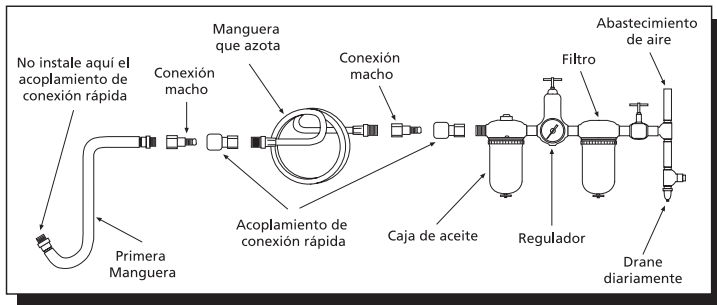

Figure 1
La palanca de avance y retroceso Ilustración 1 (A) se utiliza para cambiar la dirección de rotación de la herramienta. Cuando se coloque la palanca en la posición de avance (F), la herramienta girará hacia la derecha. Cuando se coloque la palanca en la posición de retroceso (R), la herramienta girará en reversa o hacia la izquierda.